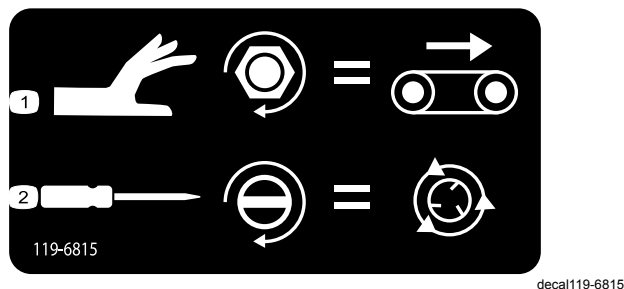

Bild 44
- Drehen Sie das Handrad nach rechts, um die Flurförderer-Geschwindigkeit einzustellen (**Bild 44**). Die maximale Geschwindigkeit für den Förderer wird im farbkodierten Betriebssystem gemacht, daher kann diese Einstellung ohne Hydraulikfluss vorgenommen werden. Dies ist besonders relevant, wenn die Fangbox mit Sand gefüllt ist.
- Sie können die Tellerstreuer-Geschwindigkeit (**Bild 44**) erhöhen, wenn Sie mit einem flachen Schraubenzieher nach rechts drehen, oder Sie können sie verringern, wenn Sie nach links drehen.